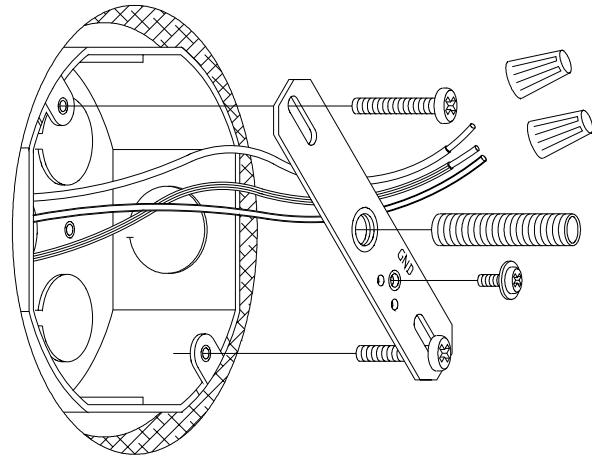

Figure 2
2. Thread (1) 1/8IP x 2" Nipple into Crossbar, about 1/4".(head of green screw should face outward). **See Fig 2.**
3. Attach the crossbar to the junction box by inserting the (2) #8-32 x 1" machine screws through the slots in the crossbar into the junction box. (head of green screw should face outward). **See Fig 2.**
2. Visser (1) tige filetée 1/8IP x 2 po dans la traverse d'environ 1/4 po. (Tête de la vis verte vers l'extérieur.) Voir la figure 2.
3. Fixer la traverse à la boîte de jonction en insérant les (2) vis de mécanique cal. 8-32 x 1 po dans les rainures de la traverse de la boîte de jonction. (Tête de la vis verte vers l'extérieur.) Voir la figure 2.
2. Enrosque (1) enterrroscada de 1/8IP X 2" en la barra transversal, acerca de 1/4". (la cabeza del tornillo verde debe mirar hacia afuera) . Vea Fig 2.
3. Conecte la barra transversal a la caja de ensambladura insertando los (2) tornillos de máquina #8- 32 X 1" por las ranuras de la barra transversal a la caja de ensambladura. (la cabeza del tornillo verde debe mirar hacia fuera). Vea Fig 2.